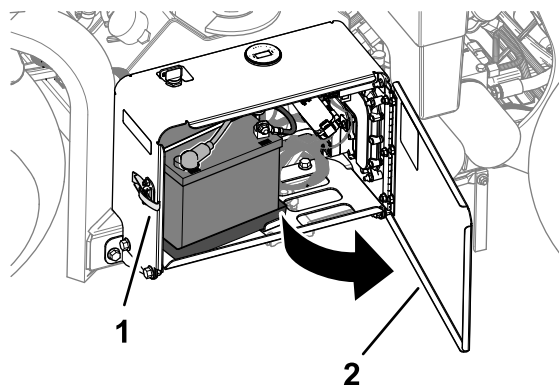

図 170
1. ラッチを外し、バッテリーコンパートメントのドアを開く図 170。